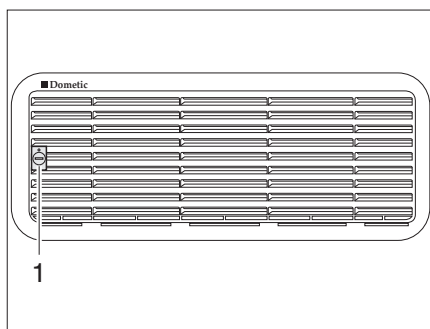
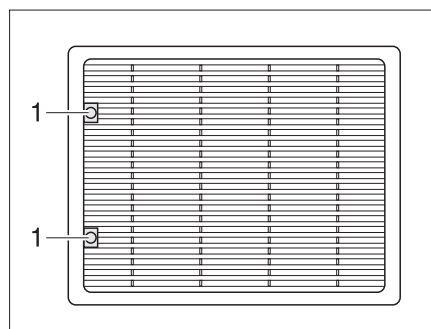

Bild 347 Kylskåpets ventilationsgaller (Dometic litet)
Bild 348 Kylskåpets ventilationsgaller (Dometic stort)
- Vrid skruven (Bild 347,1 resp. Bild 348,1) ett kvarts varv med hjälp av ett mynt.